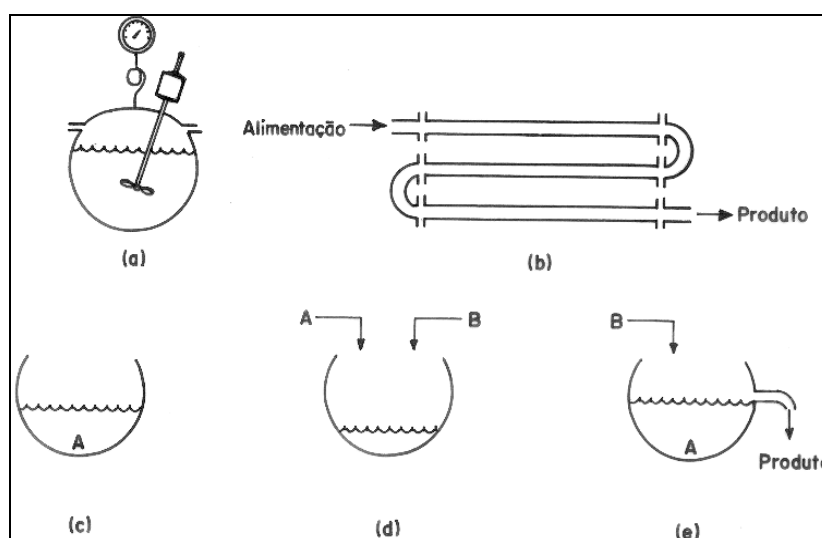

Figura 1 – Formas de alimentação de um sistema (Levenspiel)
- Descontínuo (ou Batelada) – Exemplo (a) da Figura 1
- Contínuo - Exemplo (b) da Figura 1
- Semi Batelada (ou semi contínuo) - Exemplos (c), (d) e (e) da Figura 1